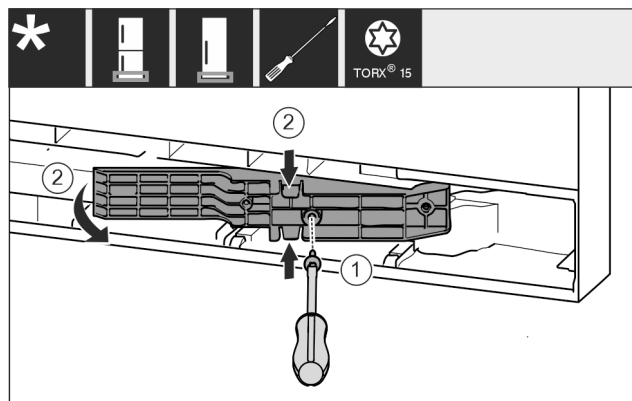

Fig. 18 *
- Allentare le viti con il cacciavite T15. Fig. 18 (1)*
- Estrarre l'adattatore. Fig. 18 (2)*